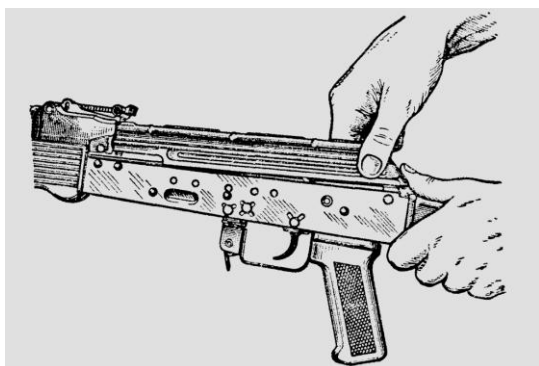

Рис. 3.45. Отделение крышки ствольной коробки
5. Отделить крышку ствольной коробки.левой рукой обхватить шейку приклада, большим пальцем этой руки нажать на выступ направляющего стержня возвратного механизма, правой рукой приподнять вверх заднюю часть крышки ствольной коробки и отделить крышку (см. рис. 3.45).